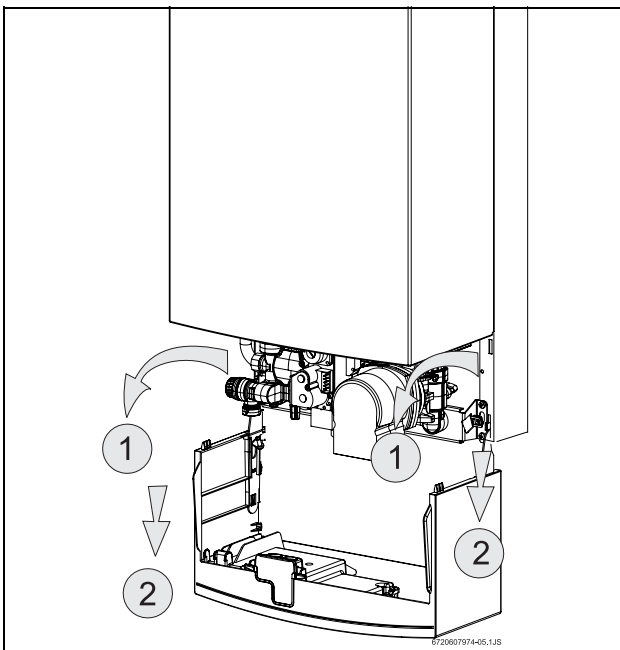

Fig. 8 Quadro comandi nella posizione di manutenzione.
- ▶ Tirare in avanti il quadro comandi, e farlo basculare verso il basso, come da Fig. 8.